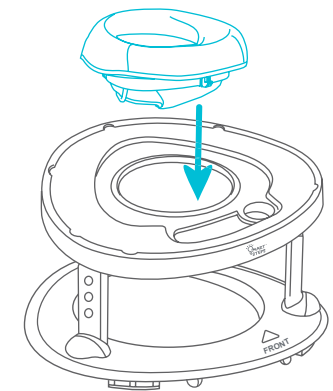

Fig. 2b
- Alinee el asiento con la abertura del centro y presione con fuerza. El asiento debe fijarse por completo en la tapa superior (Fig. 2b).